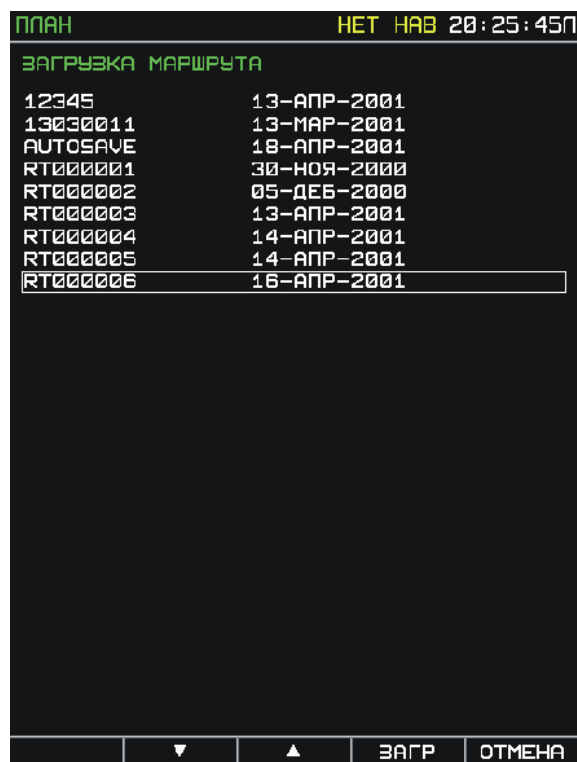

Рис. 93. Выбор плана полета из перечня доступных
3. На дисплее будет выведен перечень имеющихся в базе данных планов полета (Рис. 93).